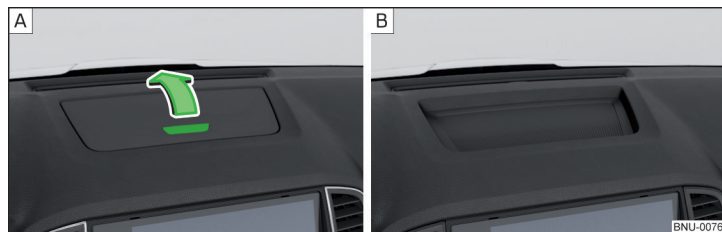

Fig. 101 Abrir compartimento guardaobjetos / Compartimento guardaobjetos no bloqueable
- » Para **abrir**, pulsar la tecla » fig. 101 - **A**, la tapa abate en la dirección de la flecha.
En algunos vehículos, el compartimento guardaobjetos no tiene ninguna tapa » fig. 101 - **B** o tiene una reja de altavoces en vez de un compartimento guardaobjetos.